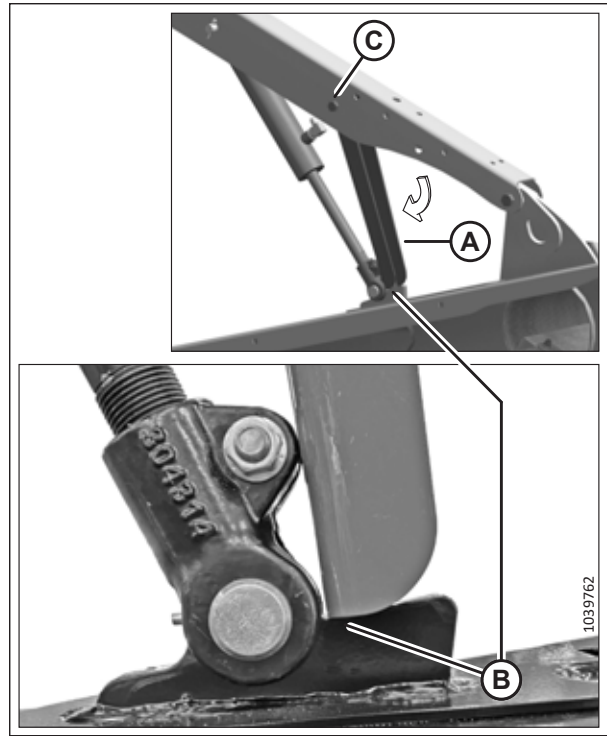

Abbildung 5.4: Haspel-Sicherheitsstütze – linker Arm abgebildet
3. Die Haspel-Stützstreben (A) in die Einraststellung bringen wie auf Abbildung 5.4, Seite 86 gezeigt. Die Stütze **MUSS** auf die Oberseite der hervorstehenden Nase (B) aufgesetzt werden und mit der Zylinderhalterung in Kontakt sein, um sicher zu arretieren..